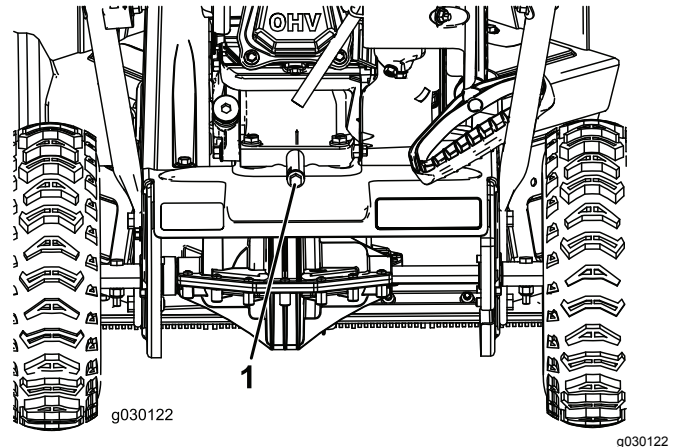

Figura21
2. Plasai o tavă de golire a uleiului sub buonul de golire a uleiului, scoateți buonul de golire a uleiului i înclinai maina în spate i scurgeți uleiul uzat în tava de golire a uleiului (Figura21).